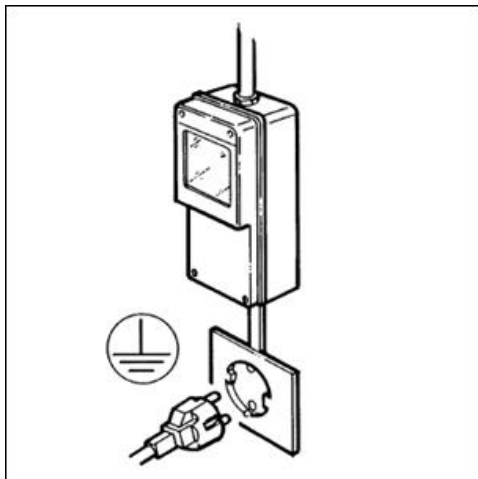

Fig. 20
- La sicurezza elettrica dell'apparecchiatura può essere garantita solo nel caso in cui essa sia collegata a un impianto dotato di un'efficace messa a terra, come previsto dalle vigenti normative di sicurezza (Fig. 20). Il produttore non può quindi essere considerato responsabile di eventuali danni dovuti alla mancata messa a terra dell'apparecchiatura.
- Per un'installazione corretta e sicura è indispensabile predisporre un'apposita presa comandata da interruttore magnetotermico con distanza di apertura dei contatti uguale o superiore a 3 mm, conforme alle vigenti normative nazionali di sicurezza (Fig. 20).